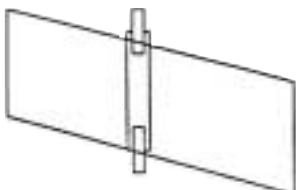

FIG. 7 **INTERRAMENTO SPIRA**
- N.B.: Lo scavo non dovrà superare i 10cm di profondità (fig.7).**